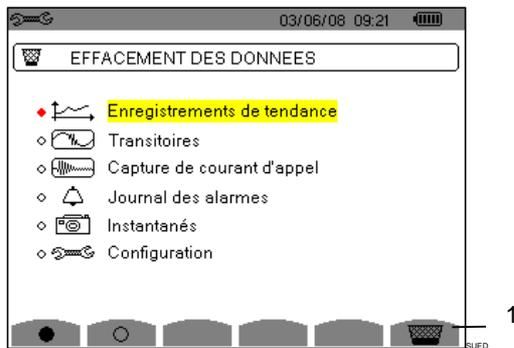

Figure 16 : le menu Effacement des données
3. Appuyez sur le bouton jaune du clavier (Figure 16, rep.1) correspondant à l'icône , puis appuyez sur  pour confirmer. L'effacement est réalisé.
2. Appuyez sur le bouton jaune du clavier (Figure 16, rep.1) correspondant à l'icône , puis appuyez sur  pour confirmer. L'effacement est réalisé.